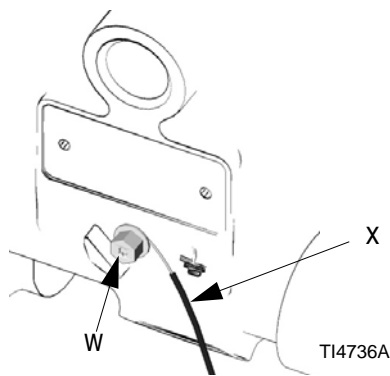

ABB.2: Anschluss des Erdungskabels
- **Pumpe:** Einen Erdungsleiter mit Klemme wie in ABB.2 gezeigt anbringen. Die Erdungsschraube (W) lösen. Drehen Sie ein Ende eines Erdungsdrahtes (X) mit mindestens 12 ga. (1,5 mm²) um den hinteren Teil der Erdungsschraube und ziehen Sie die Schraube fest an. Das Klemmenende des Erdungsdrahtes mit einem guten Massepunkt verbinden. Teilenummer 222011, Erdungsdraht und Klammer, bestellen.